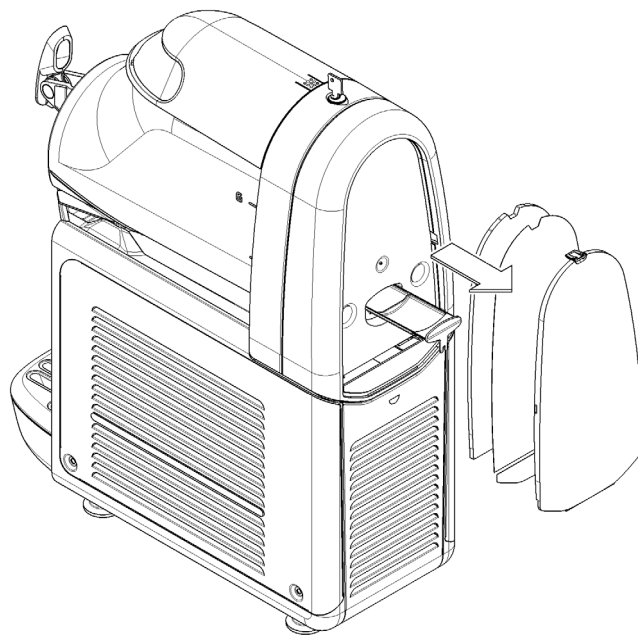

figure 22
**2** Éliminer d'éventuels résidus de produit qui aurait pu s'infiltrer à l'intérieur de l'évaporateur en extrayant le plateau correspondant selon les indications (voir figure 22)